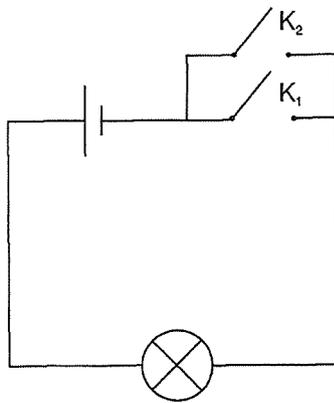

Figure 14.2
6.1. Réaliser le montage de la figure 14.2, les interrupteurs K_1 et K_2 étant en position ouverte.